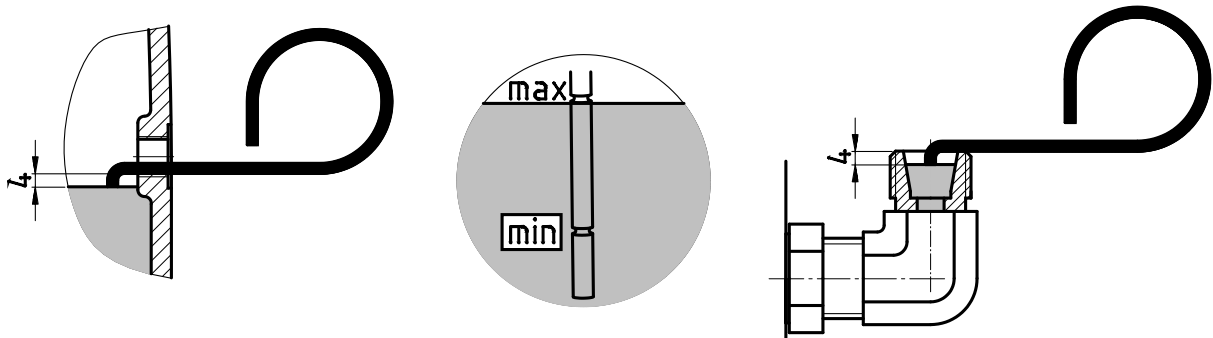

Abbildung 27: Ölstand prüfen mit Ölmesstab
1. Standard-Stirradgetriebe in Bauform M4 (V1 und V5) haben zum Prüfen des Ölstandes das in Abbildung 27 (rechtes Bild) gezeigte Winkelrohr, das senkrecht nach oben stehen muss. Schrauben Sie vor der Ölstandsprüfung die Druckentlüftung heraus.
3. Prüfen Sie den Ölstand im Getriebe mit dem beiliegenden Ölmesstab (Teile-Nr.: 283 0050) wie in Abbildung 27 (linkes und rechtes Bild) dargestellt. Halten Sie dabei den in das Öl eintauchende Teil des Ölmesstabes senkrecht.
Der Ölstand muss mit Hilfe der Verschlusschraube mit Peilstab (Gewinde G1¼) im Ölstandsbehälter geprüft werden. Der Ölstand muss zwischen der unteren und der oberen Markierung bei ganz eingeschraubtem Peilstab liegen, siehe Abbildung 27 (mittleres Bild). Diese Getriebe dürfen nur in der im Kapitel 7.1 "Bauformen und Einbaulage" angegebenen Bauform betrieben werden.